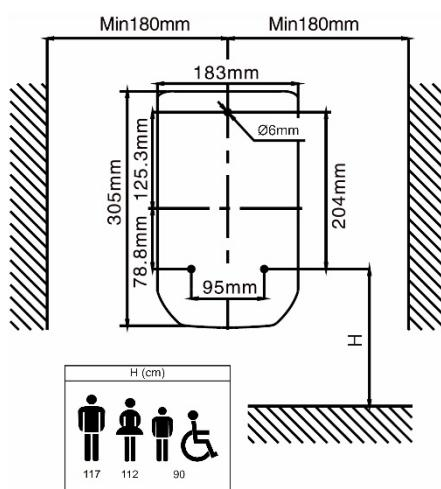

Fig. 3
- (Fig. 3) Assicurarsi che il luogo in cui si va ad installare il prodotto, rispetti le misure minime indicate. Raccomandiamo di variare l'altezza di installazione del prodotto, in base a se lo si installa in un bagno per uomini, donne, bambini o disabili.